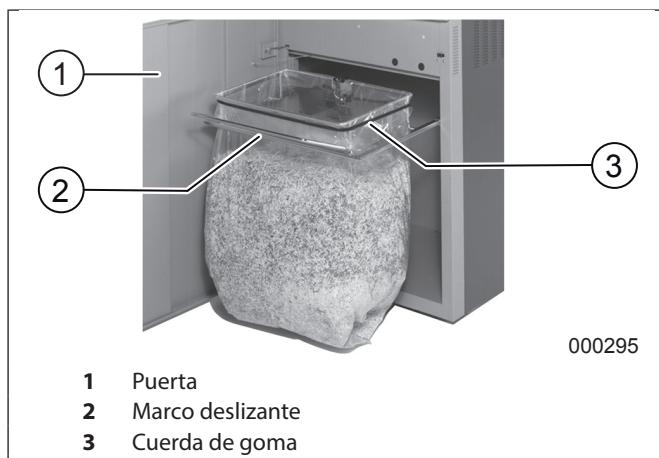

fig. 5 Vaciado de la bolsa recogedora
1. Abra la puerta y extraiga el marco deslizante (fig.5/2) junto con la bolsa recogedora.
2. Quite la cuerda de goma (fig.5/3), retire la bolsa llena y elimine su contenido.